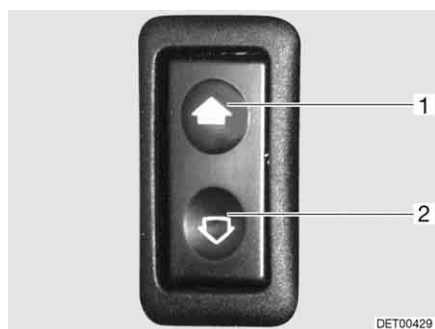

Fig. 34 Interruttore per alzacristalli elettrici
*Apertura:* ■ Premere l'interruttore in basso (Fig. 34,2).
*Chiusura:* ■ Premere l'interruttore in alto (Fig. 34,1).